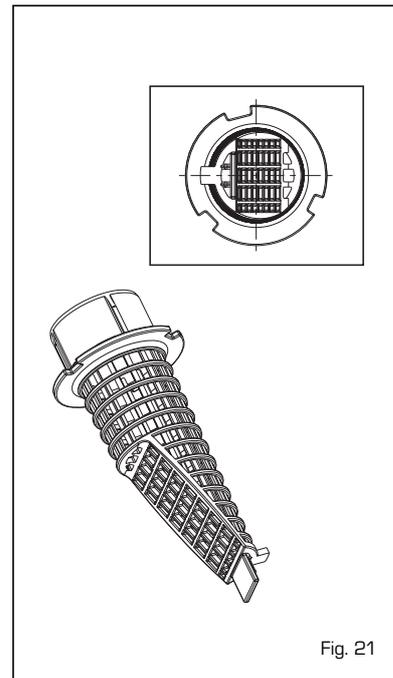

Fig. 21
4.4.2 Pulizia filtro acqua riscaldamento (fig. 21)